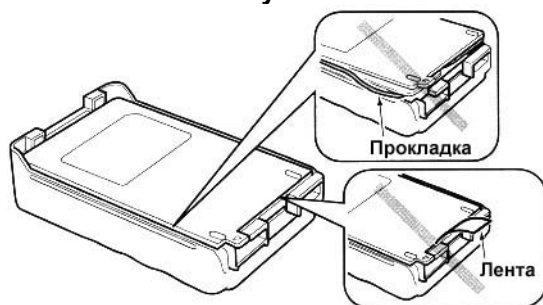

Рисунок 3
- Убедитесь, что резиновая прокладка и лента уложены корректно и не мешают закрытию корпуса блока батарей (рисунок 3).